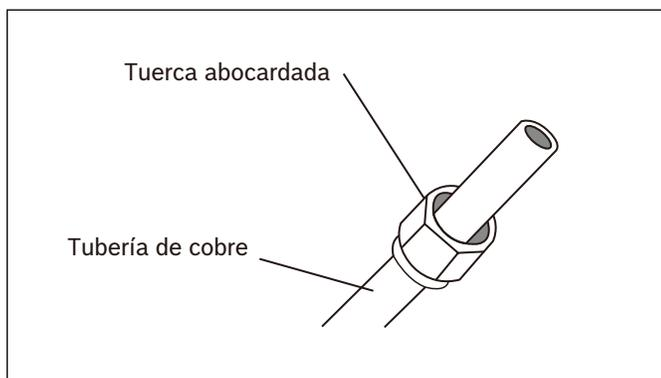

Figura 28
3. Coloque tuercas abocardadas en ambos extremos de la tubería. Asegúrese de que estén orientados en la dirección correcta, ya que no podrá ponerlos o cambiar su dirección después de abocardarlos. Consulte la figura 28.